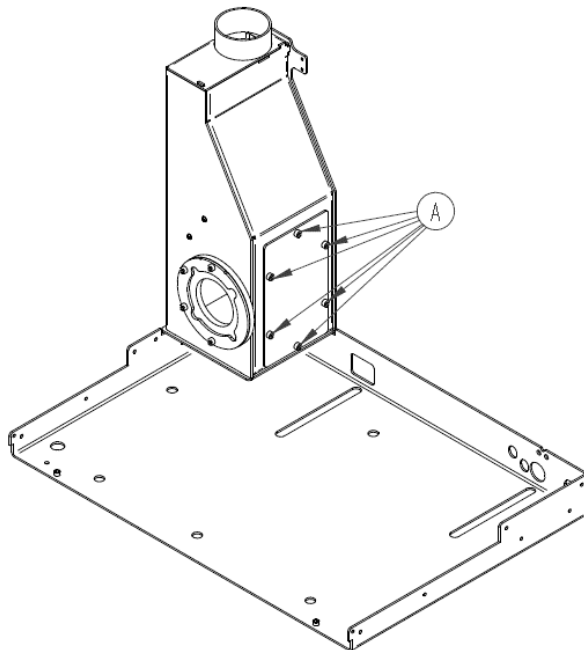

Figura 51 – Caixa de fumos extrator
- Na parte traseira esquerda do equipamento encontra-se a caixa de fumos (Figura 51). Na presente caixa de fumos é possível verificar a junta de vedação entre a caixa de fumos e o extrator. Na manutenção deve ser verificado o estado da presente junta de cor vermelha. A mesma não pode apresentar gretas nem cortes e deve manter elasticidade (não pode estar rígida). Caso não se verifique boa condição esta deve ser substituída (CO0510000750000 – Vedante silicone Vermelho diâmetro 75x145mm)
- A caixa de fumos (Figura 51) referida no ponto anterior dispõe de uma tampa lateral (lateral direita vista de frente) fixa com 6 parafusos DIN 912 M6x12. A mesma poderá ser acedida com recurso a uma chave Allen nº5.